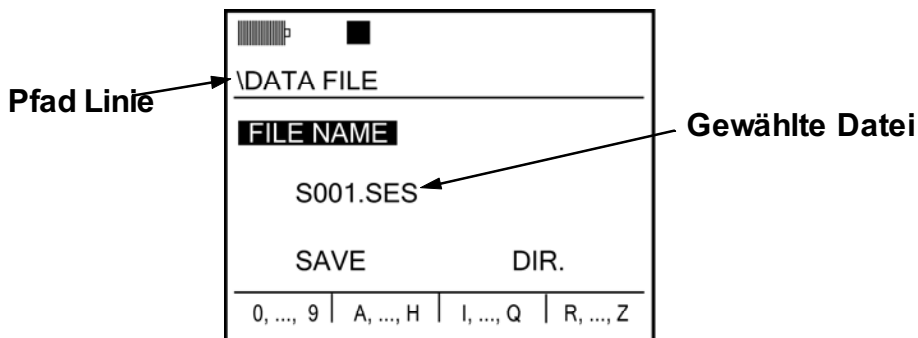

Bild 8-3: Datei Umbenennung Anzeige
2. Drücken Sie  zur Anwahl von LZTE SITZNGSD. UMBE, dann drücken Sie . Es erscheint die Anzeige wie Bild 8-3.